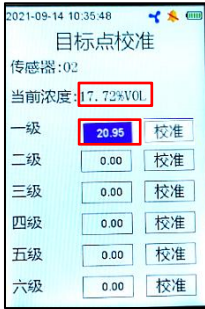

图 30：修改值
- 3、按“OK”键进入六级校准界面，再通过“▲”“▼”键选择与目标气体相近的一级进行修改浓度参数（空气中氧为 20.95），按“OK”键确定（用户也可以新增校准点：将任一级的输入标气值即可），再移光标到“校准”位，下图 30、31；